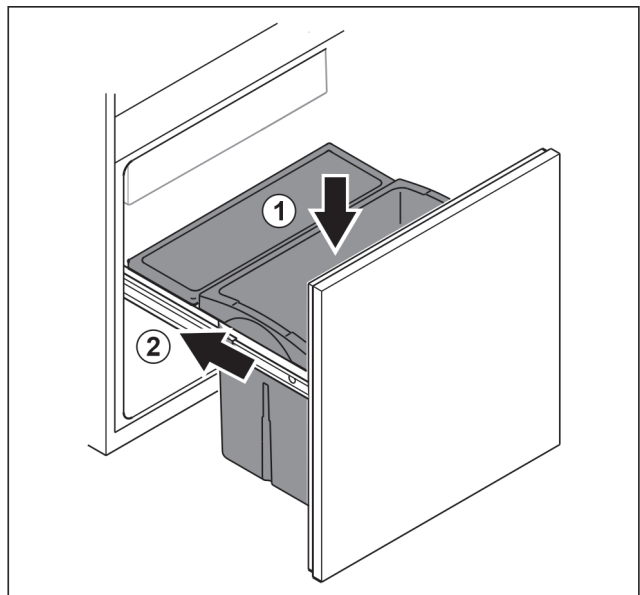

Fig. 90
- ▶ Вставьте выдвижной ящик сверху. Fig. 90 (1)
- ▶ Вставьте выдвижную тележку. Fig. 90 (2)